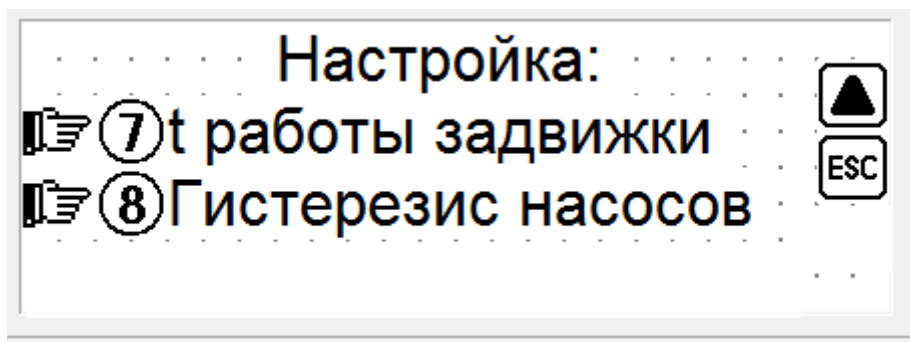

рис.4
3.4. Окно настроек3. В этом окне нажимая на кнопку 7, 8 можно выйти в окно указания времени работы задвижки от открыто до закрыто (для тайм-аута по работе) и гистерезиса уровня срабатывания насосов (оптимизация трафика связи) . См. рис.4